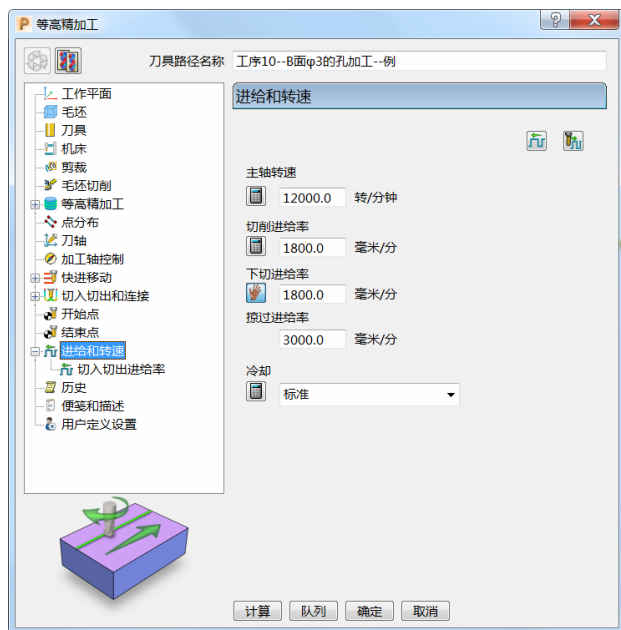
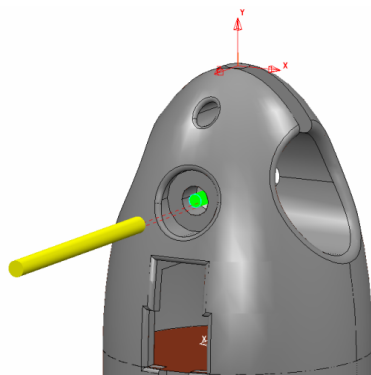

图 6-93
图 6-94
1800.0mm/min、掠过进给率 3000.0mm/min，标准冷却。（图 6-93）
10) 单击图 6-93 中的“计算”按钮，刀具路径如图 6-94 所示。